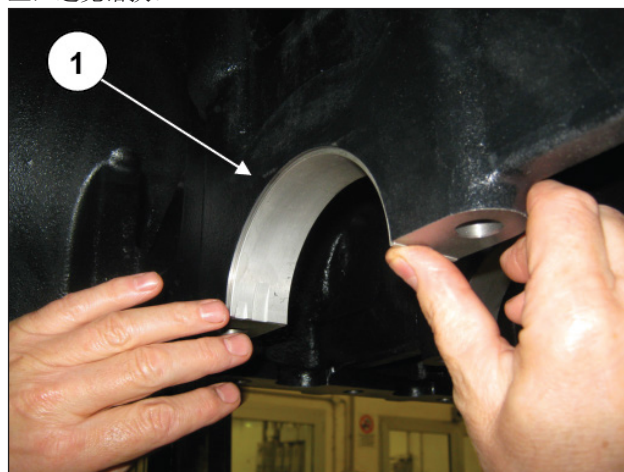

图 27
把支座上的半轴瓦（①，图 27）保持在后泵壳各自的位置上，避免错换。